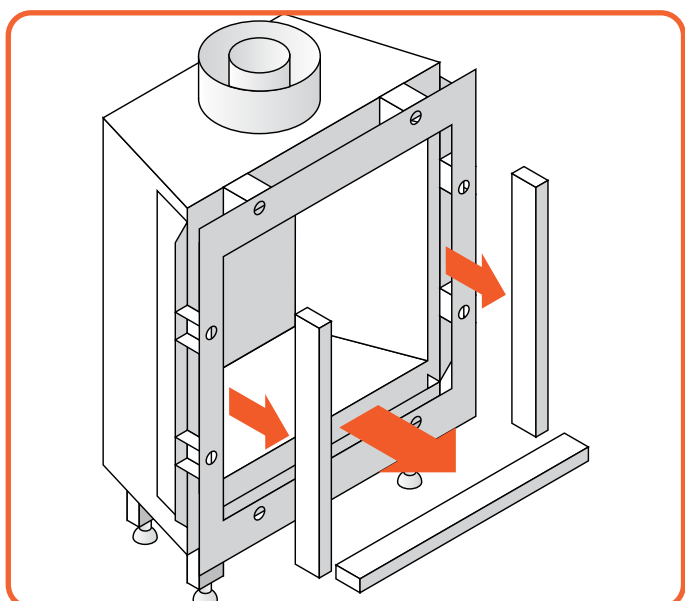

Figure 9.3 | Retirez les garnitures latérales et inférieure
- Retirez la garniture supérieure, voir Figure 9.3